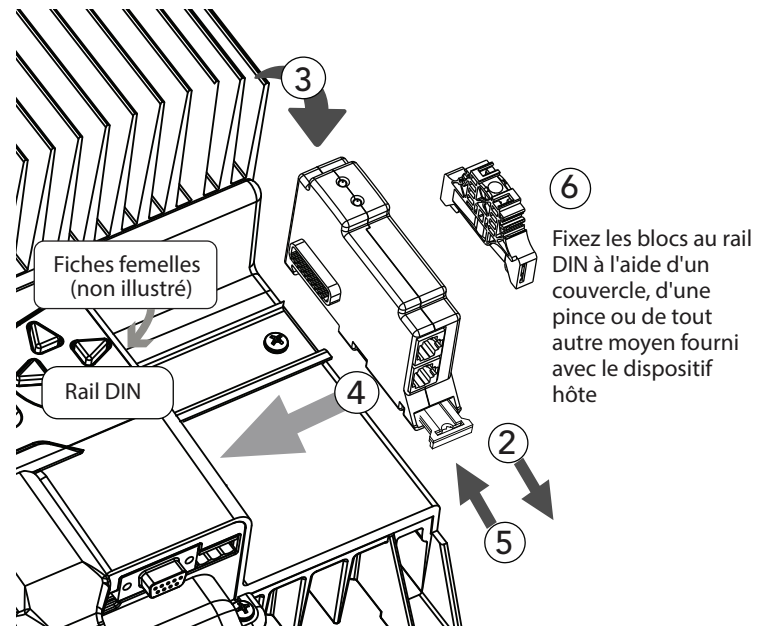

Figure 3-1. Montage du bloc BMS sur le dispositif hôte
Les Ready Blocks (ReadyShunt, ReadyRelay, ReadyBMS) de Morningstar sont montés sur rail DIN et disposent de connecteurs modulaires à 20 broches de chaque côté du bloc. Le connecteur mâle de gauche s'accouple à la carte de commande du dispositif hôte, tandis que le connecteur femelle de droite peut être accouplé à un autre ReadyBlock (configuration en guirlande - voir la figure 3-1 ci-dessous). Chaque ReadyBlock prend l'une des (3) positions sur le Rail DIN GenStar - celui le plus à gauche étant la Position 1.
Pour installer un ReadyBMS (voir figure 3-1 ci-dessous) :